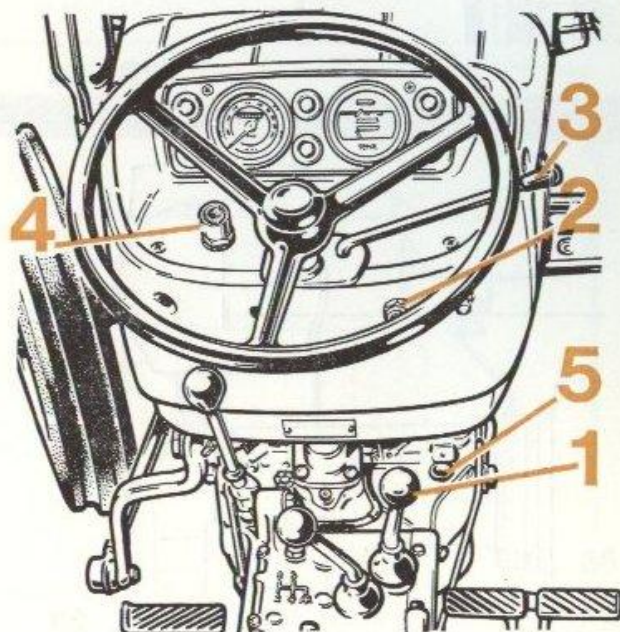

FIG. 31
4° Desserrer les raccords, côté injecteurs (5) sur au moins deux tuyauteries ; amener la manette d'accélération en position maximale et actionner le démarreur à plusieurs reprises d'une durée d'une dizaine de secondes chacune en appuyant à fond sur le bouton (5) fig. 31 jusqu'à ce que le combustible s'écoule sans bulle d'air par les raccords des injecteurs.